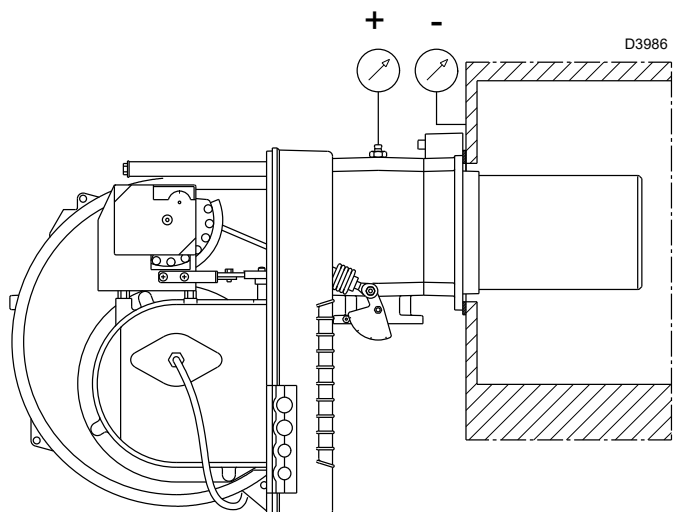

Abb. 27
- Montieren Sie einen Druckmesser (Abb. 27) an der Gasdruckentnahmestelle der Muffe. Damit kann die MAX-Leistung des Brenners mit Hilfe der Tab. G auf Seite 18 ermittelt werden.
Der Gaseintritt in die Muffe wird vom Manometer (Abb. 27 auf Seite 22) angezeigt.
Ein Richtwert kann der Tab. H auf Seite 30 entnommen werden. Es genügt, den Gasdruck auf dem Druckmesser (Abb. 27 auf Seite 22) abzulesen und die auf Seite 18 erteilten Hinweise zu beachten.